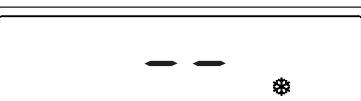

Fig. 24
- antigel (fig. 24): lorsque la température de l'eau de la chaudière descend au-dessous des valeurs de sécurité, le circulateur et le brûleur s'activent à la puissance minimum pour ramener la température de l'eau à la valeur de sécurité (35 °C). Le symbole s'éclaire sur l'afficheur.